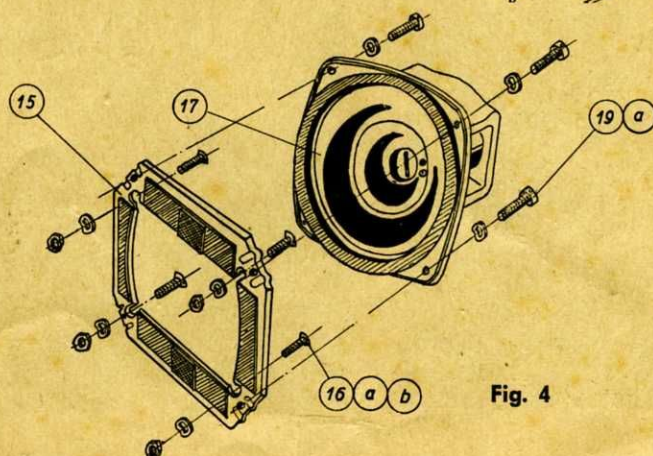

Fig. 4
- Schallwand (15) nach Fig. 4 an der Lautsprecheröffnung anschrauben.
- Lautsprecher (17) nach Fig. 4 an der Schallwand anschrauben.
- Zur Zugentlastung des Lautsprecherkabels Schelle (18) mit unter die rechte untere Schraube anschrauben.
- Schutzblech (25) zusammen mit Scheibenwischermotor anschrauben.